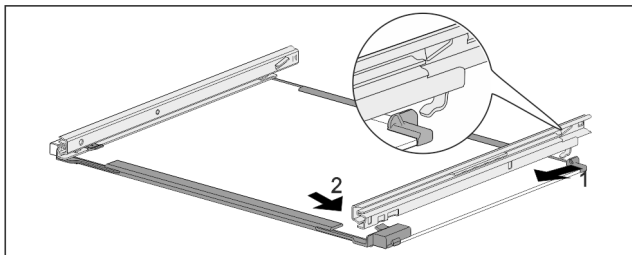

Fig. 181 Ripiano in vetro con guide
- ▶ Agganciare la guida sul lato posteriore. Fig. 181 (1)
- ▶ Innestare la guida sul lato anteriore. Fig. 181 (2)